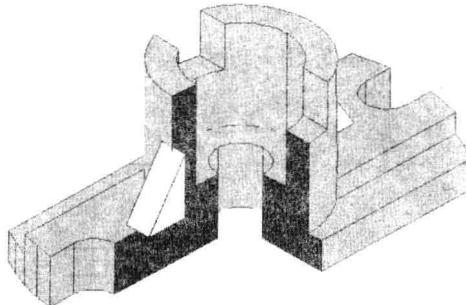

图 11-2-18
(3) 在“实体编辑”面板中，单击“差集”按钮 \ominus ，单击组合体，按 Enter 键，再单击长方体，按 Enter 键，差集运算之后，“真实”视觉样式下显示效果如图 11-2-18 所示。由于楔体没有参与差集运算，因此保留了原来的形状。